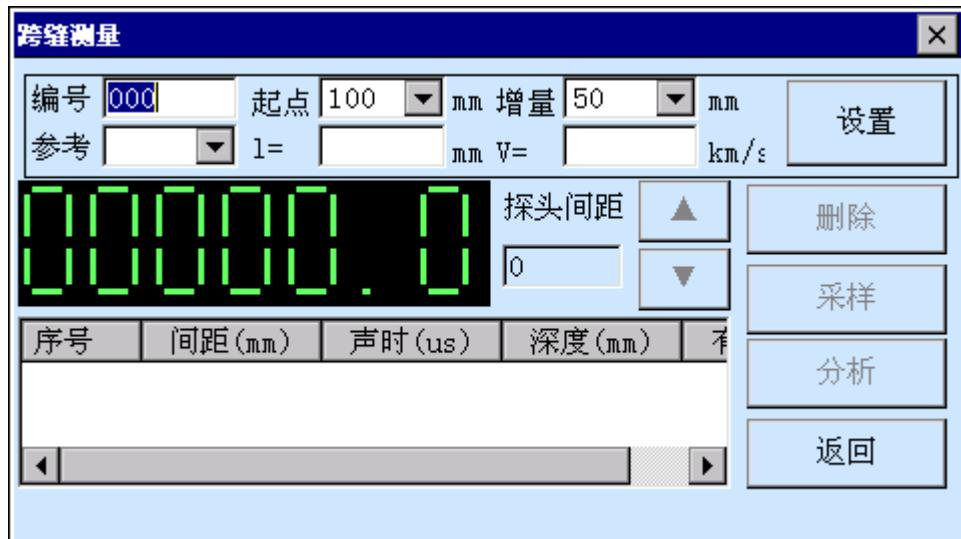

图2-16 “跨缝测量”界面
1) 设置参数。进入跨缝测量模块后界面如图2-16所示。首先需对参数进行设置，默认情况下，编号自动累加，起点